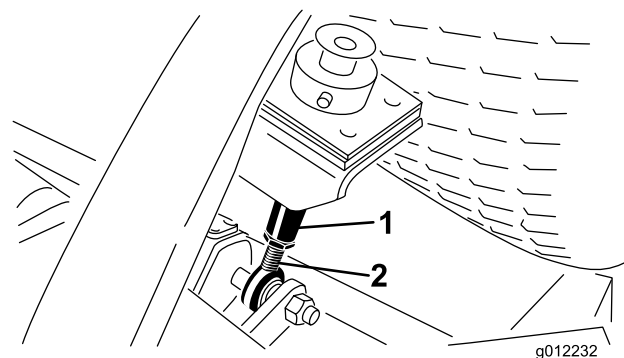

Figura 11
6. Afloje las contratueras del extremo inferior de las varillas de ajuste de la altura de corte (Figura 11).